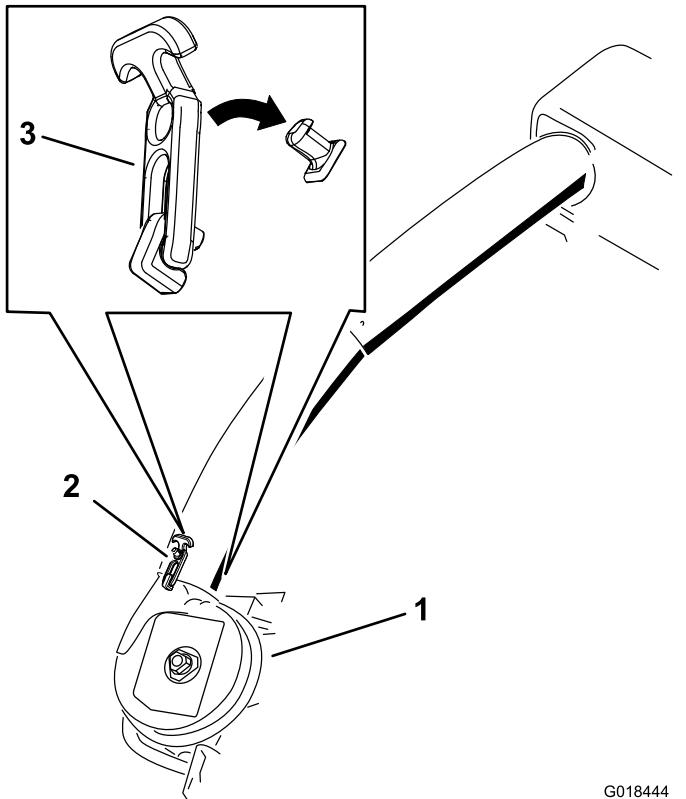

Figure 29
6. Utilisez les deux verrous pour fixer le tube inférieur au ventilateur (Figure 29).
21. Utilisez les deux verrous pour fixer le tube inférieur au ventilateur (Figure 29).